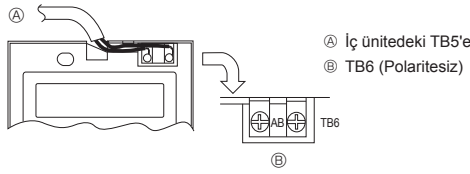

Fig. 6-5
2) Bağlantı işlemleri (Fig. 6-5)